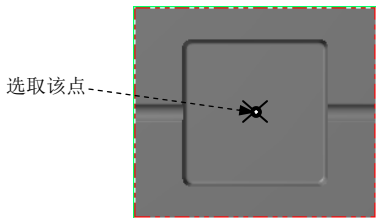

图 11.22 定义基准点
Step1. 绘制矩形边界。单击顶视图 按钮，选择下拉菜单 → 命令，系统弹出“矩形”工具栏。在“矩形”工具栏中确认 按钮被按下，选取图 11.22 所示的坐标原点，然后在 后的文本框中输入值 89，在 后的文本框中输入值 89，按 Enter